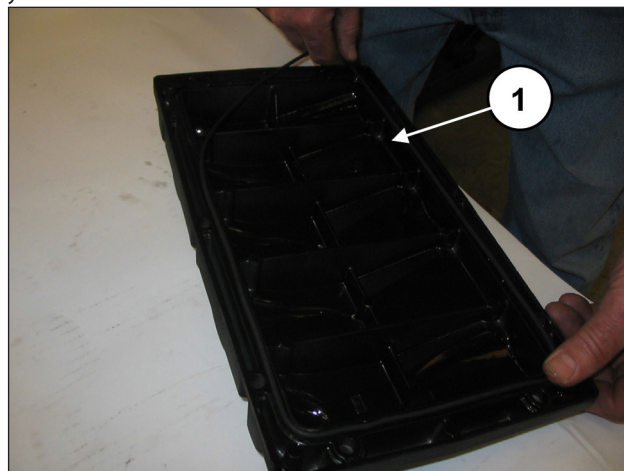
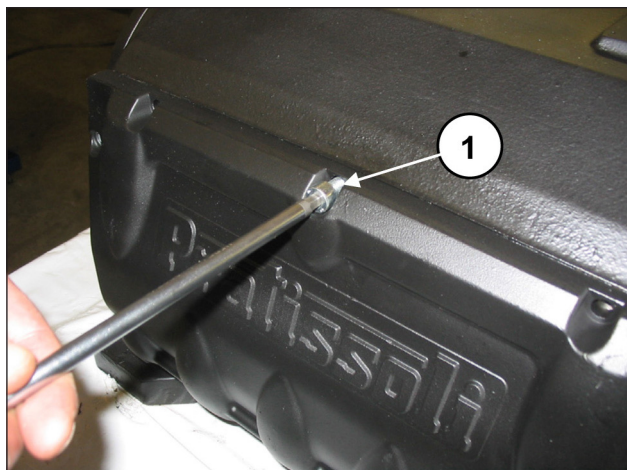

Рис. 84
Рис. 85
Вставьте уплотнительное кольцо в заднюю крышку (поз. ①, Рис. 84) и закрепите ее на картере с помощью 10 винтов М8х18 (поз. ①, Рис. 85).